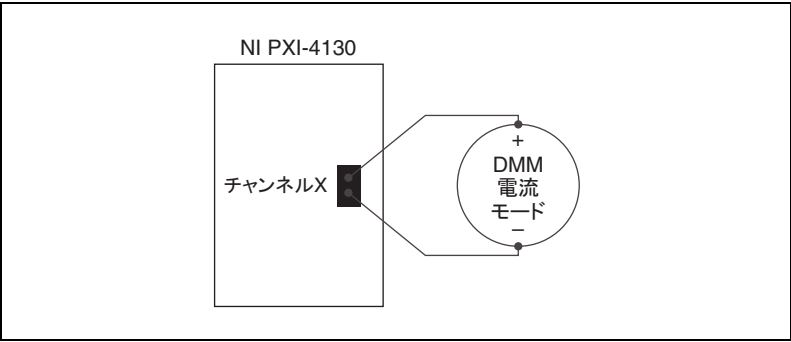

図 3 電流プログラミング確度検証の設定
2. 図 2 または図 3 のように、NI PXI-4130 のチャンネル x を DMM または Fluke 5700A/5720A キャリブレーションに接続します。